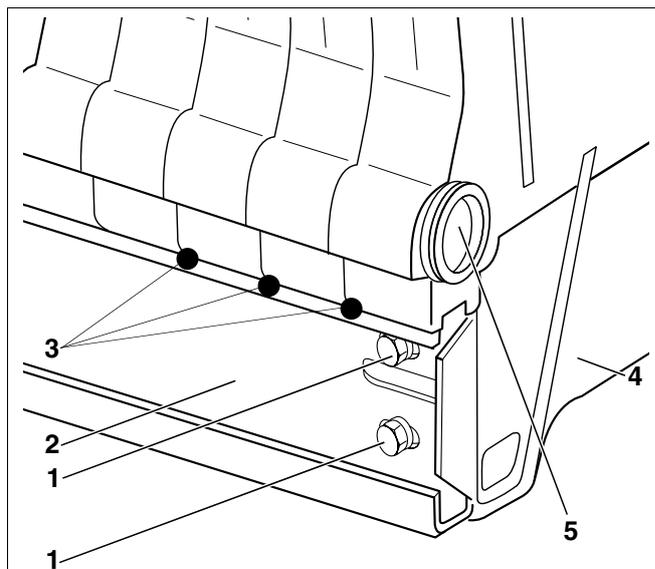

Рис. 20 Уплотнение котлового блока
- В соответствии с рис. 13, стр. 17 установить вкладыши на конечной секции (рис. 20, **поз. 4**).
- Закрепить двумя болтами М8 х 30 (рис. 20, **поз. 1**) и гайками напольную планку (рис. 20, **поз. 2**) на конечной секции (рис. 20, **поз. 4**).
- После крепления напольной планки на конечной секции (рис. 20, **поз. 4**) ослабить и снять стяжной инструмент.
- Нанести герметик в точках, как показано на рис. 20, **поз. 3**.
- Установить пробку со сливным отверстием (заглушка 1 $\frac{3}{4}$ " x  $\frac{3}{4}$ "") с уплотнением на переднюю нижнюю ступицу котла (рис. 20, поз. 5, стр. 22). Заказчик может установить здесь сливной кран.